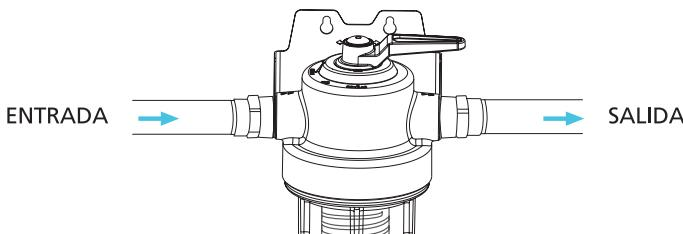

FIGURA 5
- 10** Use la llave que se proporciona para girar la válvula del cabezal del filtro al modo “FILTER” (Filtro) y abra lentamente el suministro principal de agua. Revise si hay fugas. Deje que el agua corra por cinco (5) minutos. (Consulte la Figura 5)